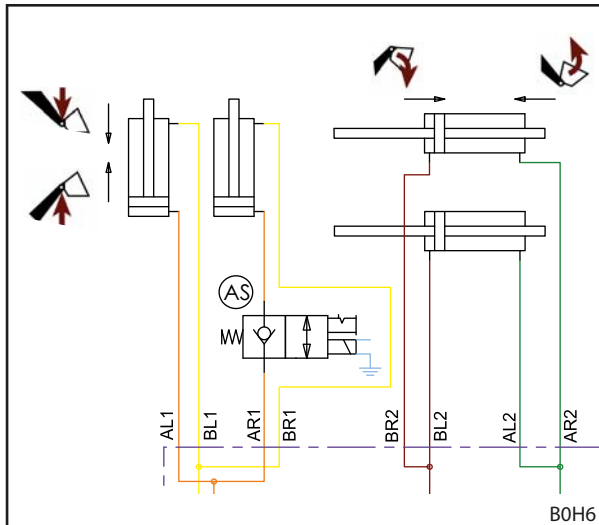

Рис. 135 Гидросхема системы защиты от опускания
**i** Рис. 135 показывает фрагмент гидросхемы для опциональной системы защиты от опускания. В остальном гидросхема соответствует схеме фронтального погрузчика на 11.4.1 Гидросхема FS и 11.4.2 Гидросхема погрузчика FZ и FZ-L.